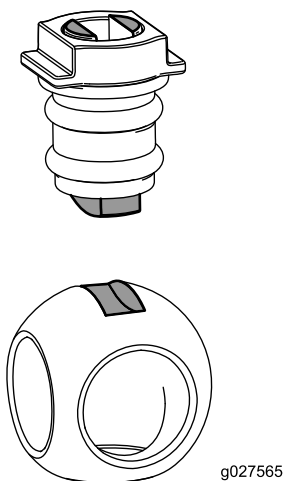

Рисунок 125
6. Вставьте шар в корпус клапана (Рисунок 125).
**Примечание:** Шток клапана должен быть установлен внутри паза привода шара. Если шток клапана не устанавливается в него, отрегулируйте положение шара (Рисунок 125).